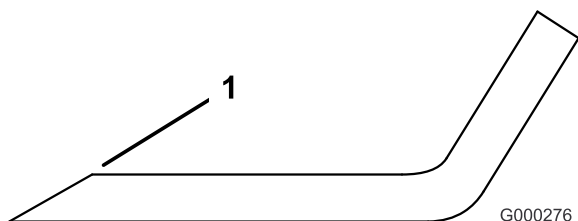

Figure 78
1. Au moyen d'une lime, aiguisez les tranchants aux deux extrémités de la lame (Figure 78). Veillez à conserver l'angle de coupe d'origine. Limez la même quantité de métal sur chacun des deux tranchants pour ne pas déséquilibrer la lame.